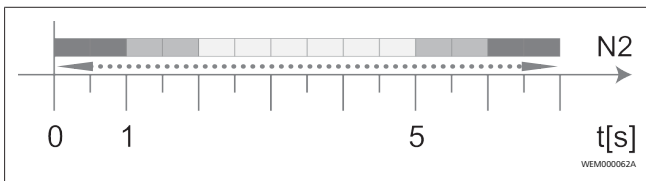

Fig. 11
- L'indicatore luminoso bianco di marcia si accende/si spegne. V. Fig. 11, stato operativo N2.